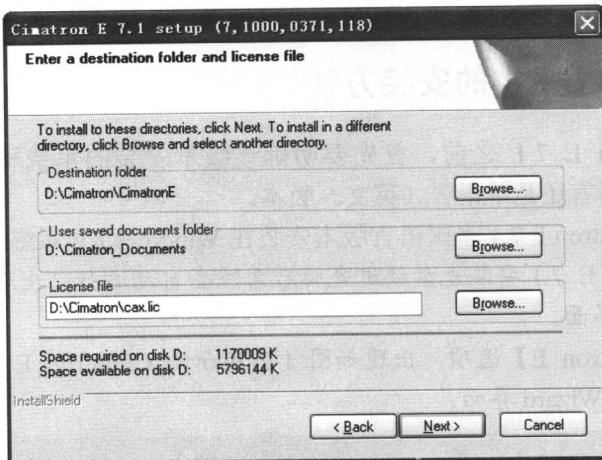

图1-4
- 单击 **Yes** 按钮出现如图 1-4 所示的 Enter a destination folder and license file 界面。